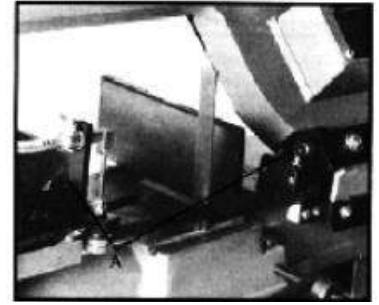

Рис. 4
2. Поместите слесарный угольник на стол рядом с лезвием, как показано на рис. 4.